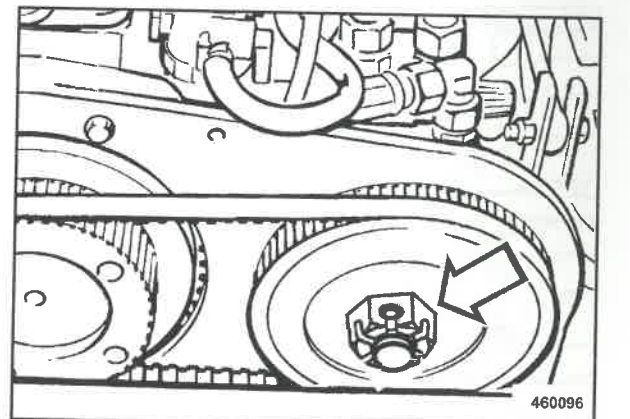

Fig. 141
- Estrarre la copiglia e svitare il dado a corona (Fig. 141) dell'ingranaggio di comando della pompa idraulica.